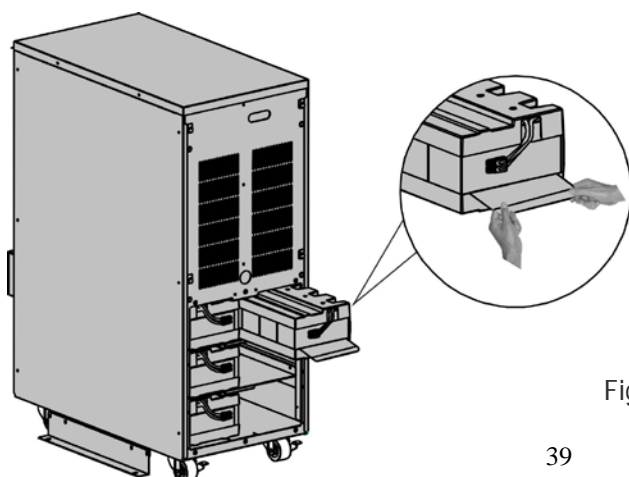

Fig. 8-3 Remplacement facile des batteries. Etape 3
- 3) Retirer les packs batteries de l'armoire. Voir Fig. 8-3.